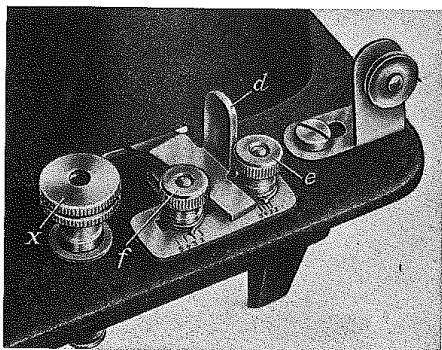

Abb. 32
3. Einstellung des Führungsdornes in der Stichplatte. Der Griff d auf der Grundplatte wird so eingestellt, daß die rechtsstechende Nadel gerade noch über den Stoffrand in den Ausschnitt des Führungsdornes A einsticht. Nun rückt man die rechte Anschlagerschraubenmutter e (Abb. 32) nach links bis sie an Griff d anstößt und dreht sie fest.
Man stellt die Maschine auf geraden Steppstich und drückt den Hebel d (Abb. 32) langsam nach links. Die 2–3 Heftstiche liegen nun parallel zu den Fäden der Umstechung und sind fast unsichtbar.
Zunächst wird das Loch mit kleinem Überstich umnäht. Nun drückt man den Hebel e (Abb. 32) soweit nach links, bis die rechtsstechende Nadel nicht mehr die kleinere innere Umstechung erreicht. Durch Beistellung der linken Anschlagsschraubenmutter f wird der Überstich begrenzt. Innere und äußere Umstechung können nach Belieben mit verschiedenfarbigem Garn genäht werden, wodurch der Vielseitigkeit der Ausführung keine Grenze gesetzt ist.